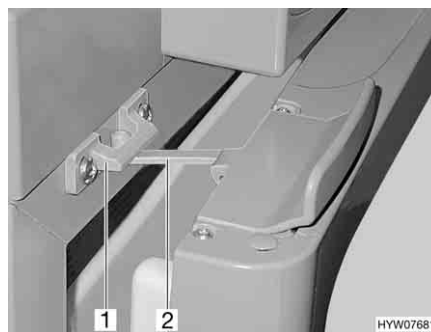

Fig. 108 Porta del frigorifero in posizione di ricircolo d'aria (Thetford)
■ Aprire il bloccaggio (Fig. 108,2) e innestarlo nella sede di bloccaggio (Fig. 108,1). In questo modo la porta del frigorifero rimane ferma in posizione socchiusa.